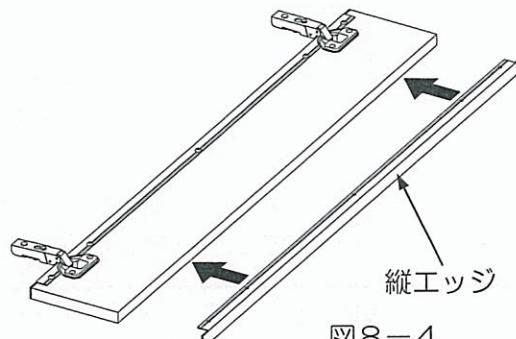

図8-4
(3) 養生フィルムをはがした後、縦エッジを扉に当てがい扉に下穴Φ2穴 5カ所をあけた後に付属のトラスタッピンネジ3. 5×14 4本で固定してください。但し、プッシュラッチ固定位置(LR両勝手の一一番上の固定位置)にはプッシュラッチ受座を付属の皿木ネジ3. 1×13 1本でエッジと共に固定してください。(図8-4・5)